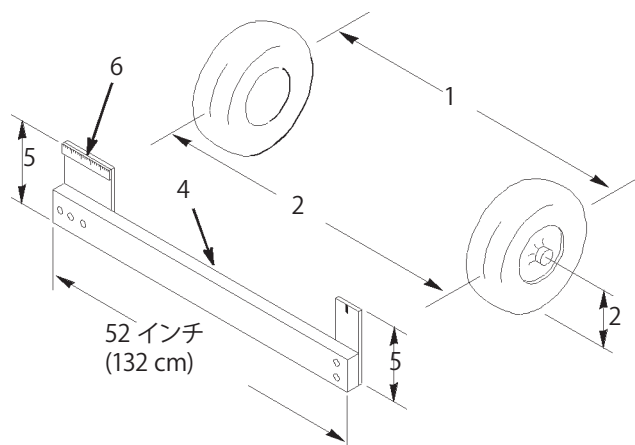

図51
4. 前輪の前と後ろで、左右のタイヤの中央線間距離を測る（図51）；計測はアクスルの高さで行う。前輪の後ろで、アクスルの高さで測定を行うには市販または手製のトーイン測定器が必要となる。前後の計測とも同じ道具を使用し、アクスルの高さで正しく測定すること（図51）。前後の計測値が同じか、前での測定値が0～6 mm 小さければよい。